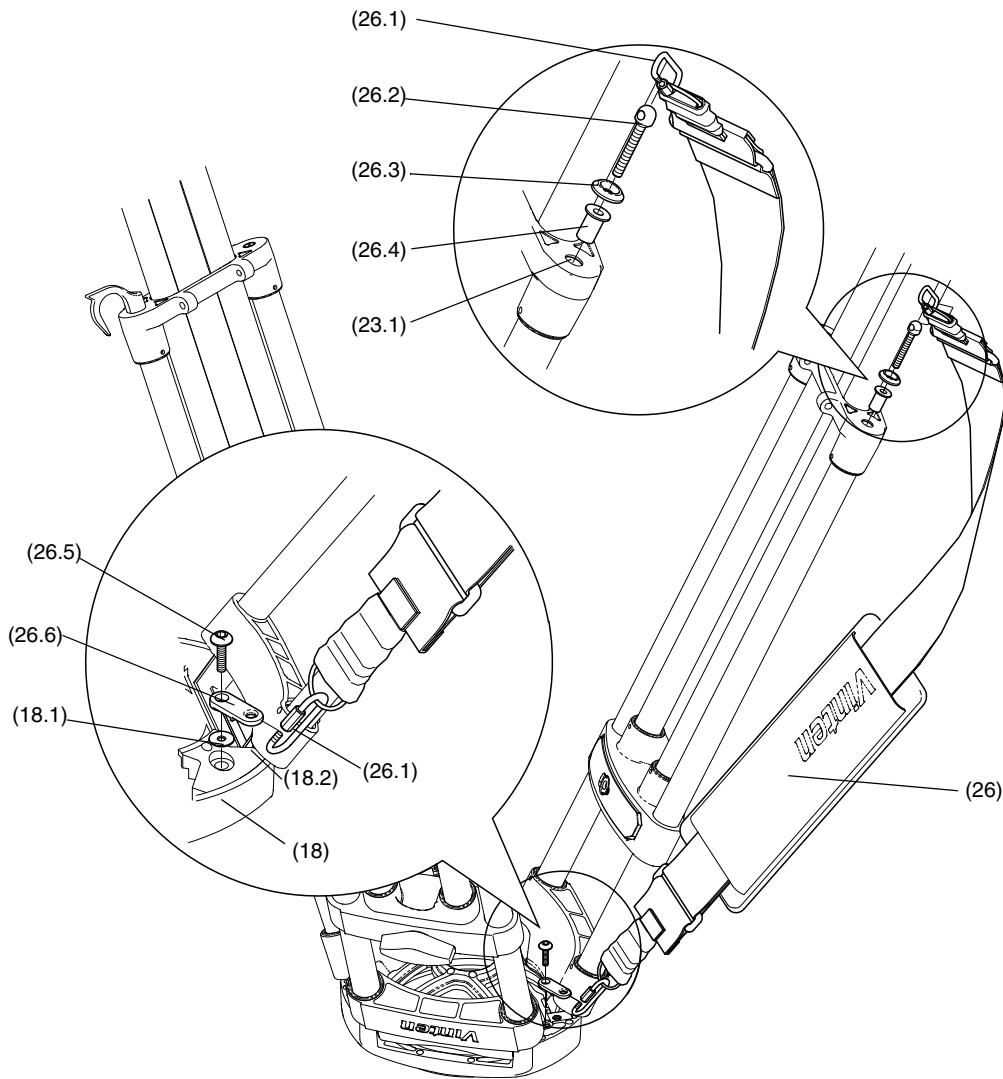

Fig. 6
Der Tragegurt (26) ist als optionales Zubehör erhältlich und wird wie folgt montiert (Fig. 6):